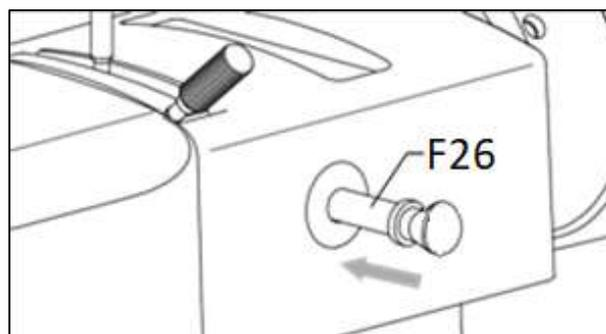

Рис. 61
- Чтобы предотвратить быстрое затухание флуоресценции, заблокируйте возбуждающий свет барьером при подготовке к флуоресцентному наблюдению или фотографированию. Возбуждающий свет следует направлять на образец только во время наблюдения или фотографирования (Рис. 61).
- Если используется ртутная лампа с сильным источником света, то световой затвор должен находиться в положении полутени на случай отмены пробы (рис.61).